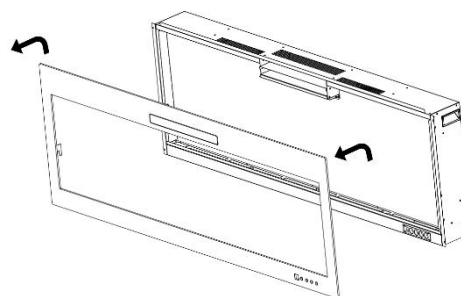

Fig. 2-2
B. Retire os dois parênteses e coloque-os de lado. (Fig. 2-2)